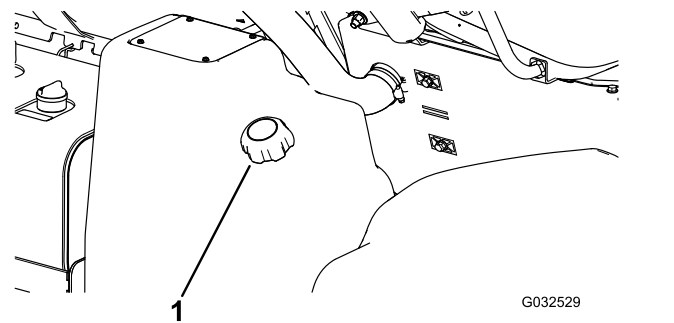

Bild 15
2. Reinigen Sie den Bereich um den Tankdeckel (Bild 15).